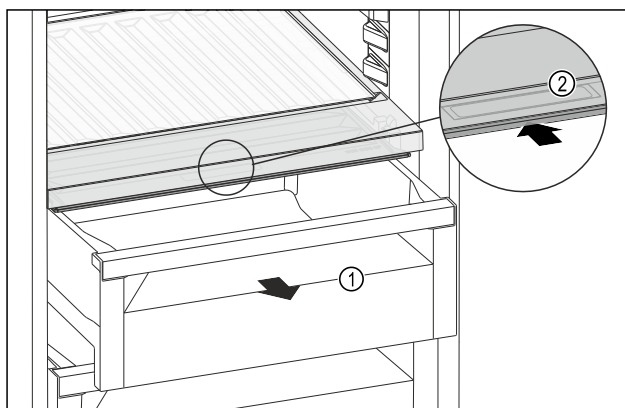

Fig. 161
- Estrarre il cassetto Fig. 161 (1).
- Afferrare la maniglia incassata Fig. 161 (2) sul coperchio dello scomparto e spingere allo stesso tempo all'indietro il coperchio dello scomparto.